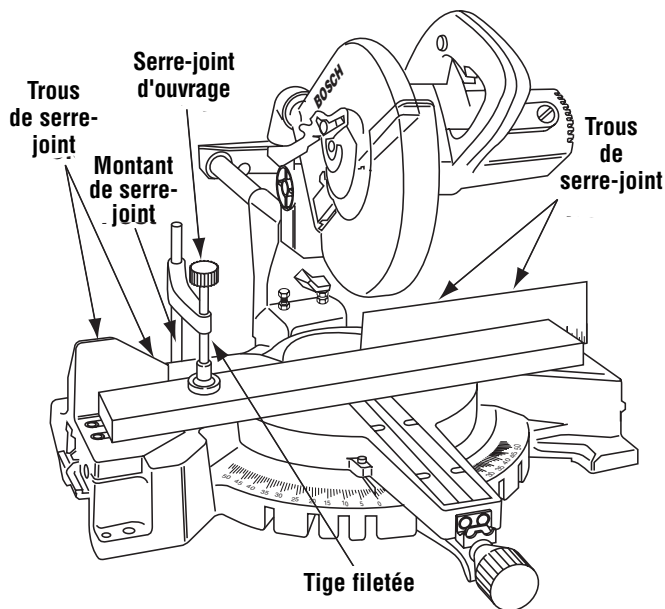

Figure 20. Serre-joint d'ouvrage
Serre-joint d'ouvrage — Ce serre-joint permet de fixer un ouvrage sans difficulté dans l'un des quatre (4) trous de serre-joint autour de la scie (Figure 20).